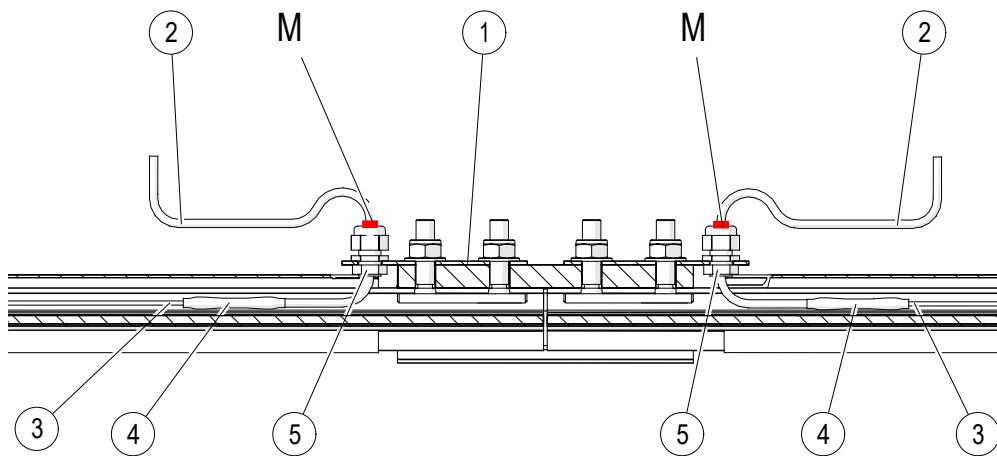

图 42: 压接连接段 0813 概况
- 电热丝馈入点的所有馈线固定元件（同见 BAL0813-0007）均按照图图 42 所述方式安装。标记 (M) 紧靠应力消除装置 (5) 顶部。